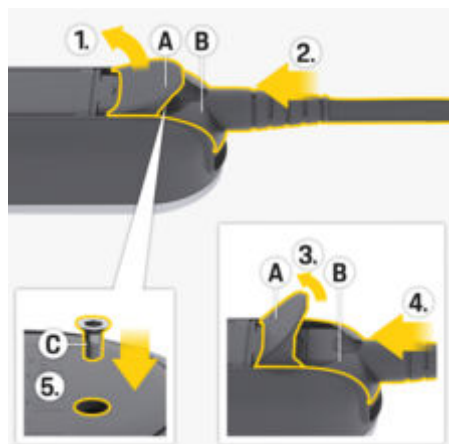

Fig. 14: Fissaggio del cavo e del connettore
- Aprire lo sportello **A** (Fig. 14) di circa 15 gradi (solo di quanto necessario affinché il connettore **B** (Fig. 14) possa entrare nell'unità di comando).
- Inserire il connettore **B** (Fig. 14) nell'unità di comando fino ad avvertire una prima resistenza.
- Aprire completamente lo sportello **A** (Fig. 14).
- Inserire completamente il connettore **B** (Fig. 14).
- Chiudere completamente lo sportello **A** (Fig. 14) e serrare con la vite **C** (Fig. 14).